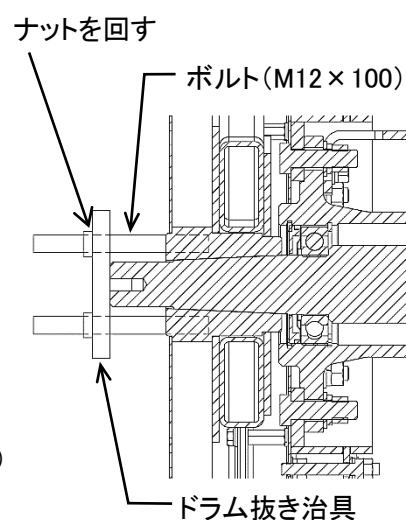
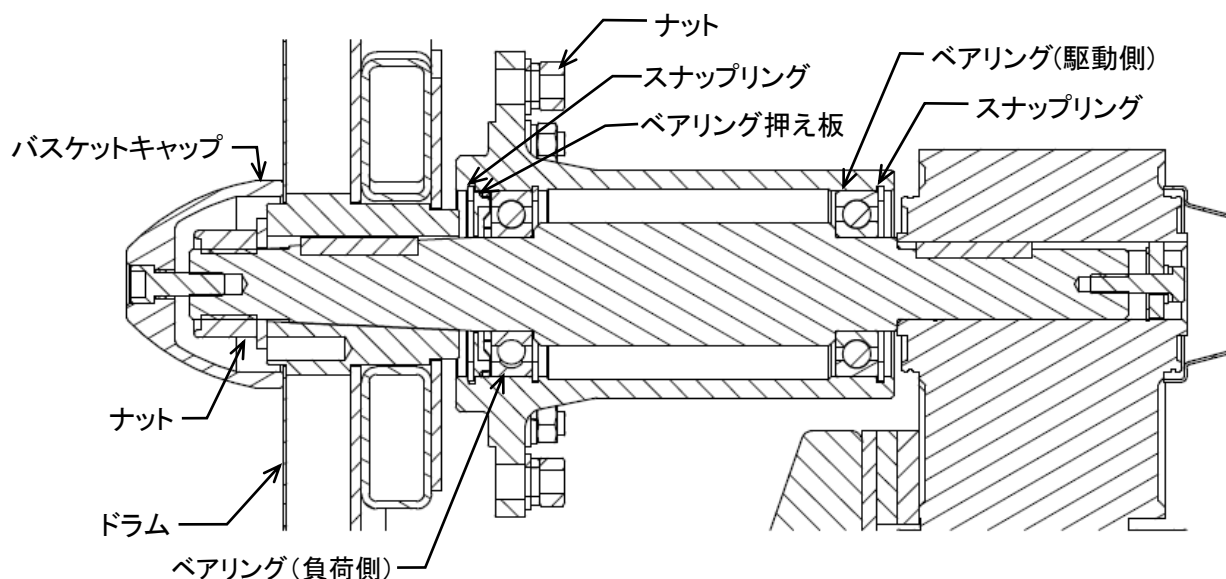

図 9-7
図 9-8
9.3.6 ベアリングケース（図 9-7,図 9-8）
- ・ 右図を参考にドラム抜き治具を取り付けた後にナットを締めこんでドラムを主軸から外してください。(図 9-7)
- ・ ベアリングケースを固定しているナットを取り外し、後方へ抜いてください。(図 9-8)